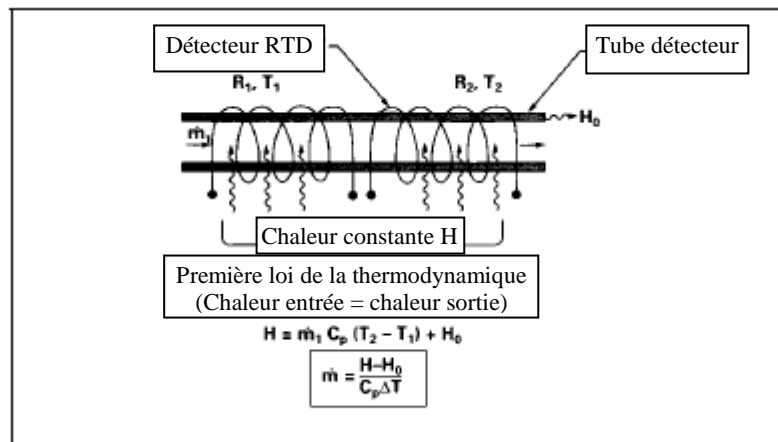
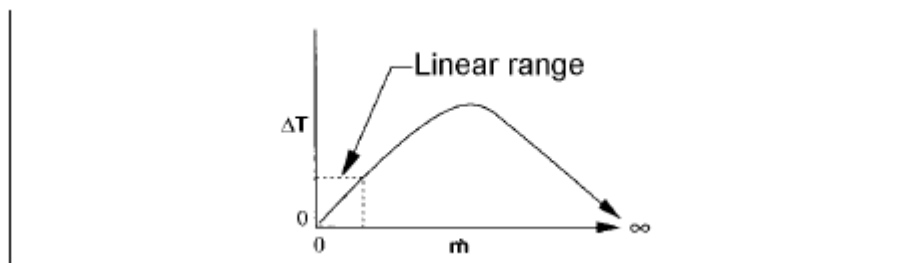

Figure 1-2. Principe de la mesure du flux
Figure 1-4. Intervalle linéaire du signal de sortie du transducteur
Les figures 1-2 et 1-3 montrent que le flux de la masse du gaz dans le tube détecteur est inversement proportionnel à la différence de température des serpentines. Les serpentines sont les pieds d'un circuit de pont avec une sortie de tension directement proportionnelle à la différence des résistances des serpentines (ΔT). Les deux autres paramètres, à savoir l'entrée de chaleur (H) et le coefficient de chaleur spécifique (C_p), sont tous les deux constants. Avec la conception soignée et attention à ces paramètres, ce signal de sortie devient linéaire dans l'intervalle de fonctionnement normal du transducteur. (Figure 1-4). En conséquence, le flux mesuré dans le tube détecteur est directement proportionnel au flux de gaz dans le corps principal.
Avant l'installation, rassurez-vous que le site de l'installation est conforme aux paramètres spécifiques du fonctionnement enregistrés sur le Label de Données de l'appareil. Le Label de Données est monté à l'arrière de l'enceinte de l'appareil électronique (voir le spécimen du Label de Données dans la Figure 1-2). Ceci est critique car chaque appareil est configuré pour une plage d'application spécifique. Veuillez s'il vous plaît revoir le ou les gaz, le sens du montage, le(s) le(s)plage(s) de débit(s) maximum, la/les pression(s) d'entrée et de sortie, le/les température(s) de fonctionnement. La ligne de pression ne doit pas excéder 500 psig (34 barg). La température ne doit pas être au dessus de 122°F (50°C). La température minimum de fonctionnement est de 32°F (0°C) et la température ambiante doit être entre 0-50°C. Si votre application dépasse l'un de ces paramètres, contactez votre agent de vente Sierra avant l'installation. Vous pouvez aussi contacter l'un des Centres de Soutien Technique de Sierra. L'USINE AUX ETATS-UNIS : LIGNE VERTE 800-866-0200 ou TELEPHONE : 831-373-0200 ou FAXE : 831-373-4402 ou e-mail : service@sierrainstruments.com.